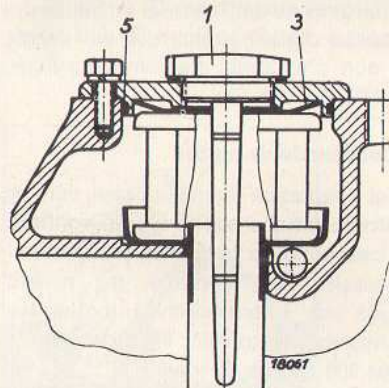

Fig. 58
Pour nettoyer le filtre, ôter le couvercle de filtre ① après enlèvement des 3 vis six pans; ensuite, retirer avec précaution l'élément filtrant ② avec bague d'arrêt ③ et pot collecteur de boue ④, et sans endommager les joints. Laver l'élément filtrant et le pot collecteur à l'essence de nettoyage en se servant d'une brosse douce. Au remontage du filtre, veiller à une bonne étanchéité des bagues caoutchouc ⑤ — fig. 58 —. La bague d'arrêt conique ③ doit poser par son plus petit diamètre sur l'élément filtrant (fig. 58).